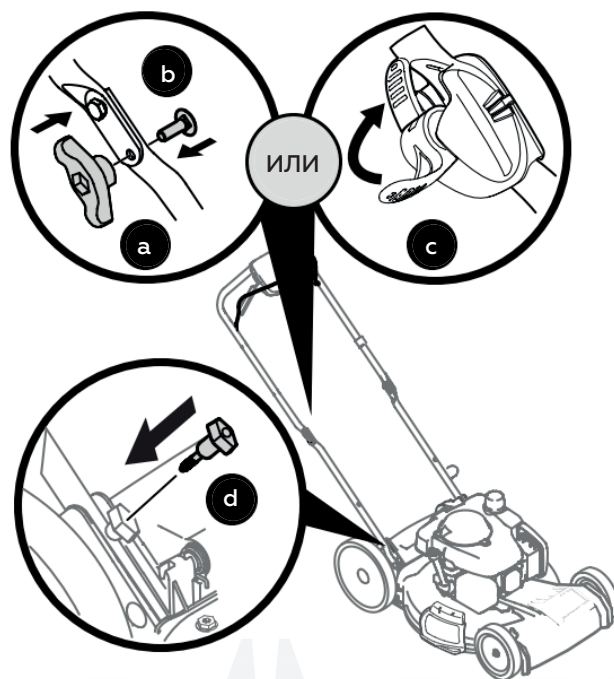

Рис. 8
- Установите на место гайки-барашки (a) и болты крепления (b), удаленные в п. 2, в нижние отверстия рукоятки или заблокируйте фиксаторы (c) (рис. 8).
- Вставьте болты (d), удаленные в п. 2, в отверстие кронштейна и нижней рукоятки (рис. 8) и плотно затяните их.